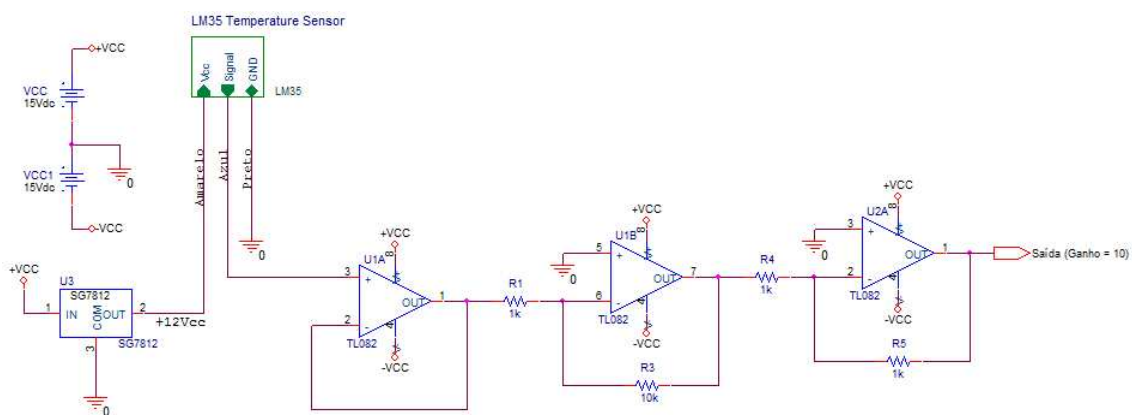

Figura 1: Circuito da placa condicionadora do sinal.
3. Responder as perguntas baseado no circuito da placa condicionadora de sinal da Figura 1:
- Descrever os estágios da placa condicionadora do sinal (Figura 1) do transdutor.